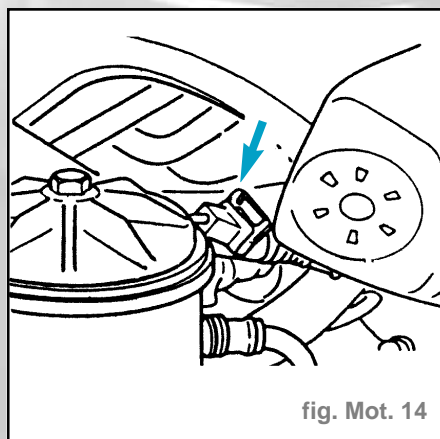

fig. Mot. 14
- Le connecteur du groupe de réglage Vanos se trouve derrière le filtre à huile; il est rattaché au faisceau de câbles du moteur (fig. Mot. 14).